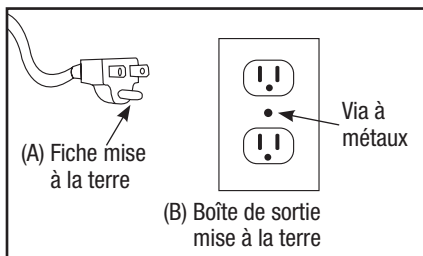

FIGURE 3
14. Cet outil est destiné à un usage sur un circuit avec une prise qui ressemble à celui illustré dans FIGURE 3(B). L'outil a une fiche de mise à la terre qui ressemble à la fiche illustrée dans FIGURE 3(A). La broche rigide de couleur verte qui se rallonge de l'adaptateur doit être connectée à une mise à la terre permanente tel qu'une boîte de sortie mise à la terre correctement.